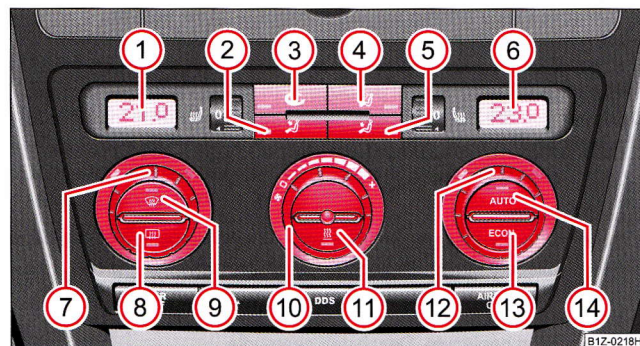

Fig. 122 Climatronic: Elementele de comandă
- Apăsați tasta **AUTO** ⇒ pagina 130, fig. 122.
Apăsați și mențineți apăsată tastele **ECON** și **AUTO** ⇒ pagina 130, fig. 122. Pe display se afișează datele în unitatea dorită de măsură a temperaturii.
- Apăsați tasta **[↺]** ⇒ **pagina 130, fig. 122.**
Când parbrizul s-a aburit, apăsați tasta   ⇒ pagina 130, fig. 122. După ce parbrizul s-a dezaburit, apăsați tasta **AUTO**. ■
- Rotiți regulatorul (10) ⇒ pagina 130, fig. 122 spre stânga (reducerea turației) sau spre dreapta (mărirea turației).